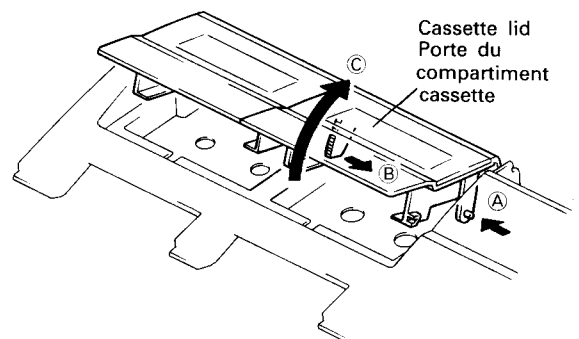

Fig. 2
3. Cassette lid (Fig. 2)
3. Porte du compartiment cassette (Fig. 2)